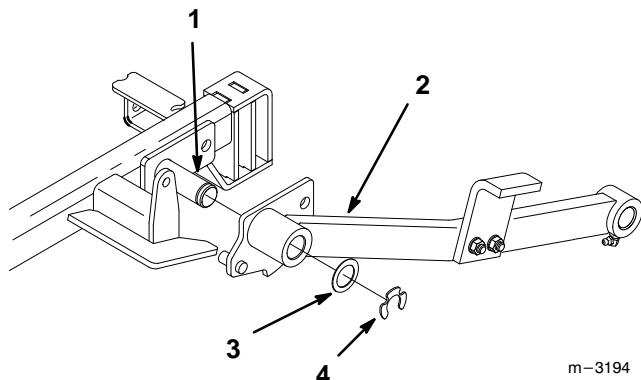

Figure 37
3. Retirer le circlips et la rondelle plate qui fixent le bras d'attelage à la tondeuse (Fig. 37).
6. Monter le bras d'attelage sur l'axe de pivot du châssis porteur et le fixer à l'aide de la rondelle de 1-1/2" (38 mm) et du circlips (Fig 37).